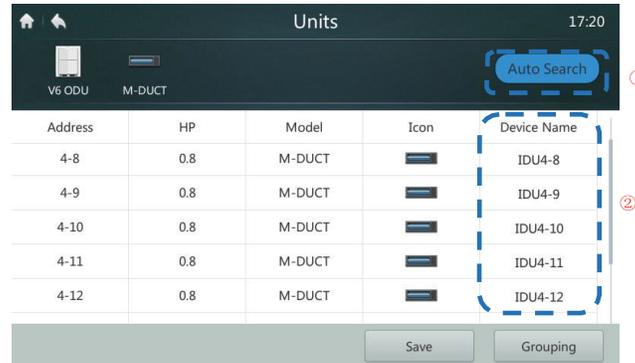

Figura 36. Página de instalación del dispositivo
1. Pulsar el botón “Units” (Fig. 35), para ingresar a la interfaz mostrada en la Figura 36.
2. Pulsar el botón “AUTO SEARCH” marcado “1” en la Figura 36. El dispositivo conectado se desplegará en la interfaz. La tabla muestra la unidad IDU, HP, el tipo de IDU, (el tipo correcto puede desplegarse correctamente sólo para unidades IDU de segunda generación; otros tipos son unidades IDU de primera generación), el icono del tipo de IDU (el tipo correcto puede desplegarse sólo para unidades IDU de segunda generación; el icono de la unidad cassette de 4 vías se despliega para otras unidades), y el nombre del dispositivo.
3. El nombre del dispositivo predeterminado es “IDU + ODU network address-IDU address” El usuario puede cambiar el nombre del dispositivo. Pulsar el área marcada “2” en la Figura 36 para desplegar el teclado de entrada en la parte inferior de la pantalla como se muestra en la siguiente Figura 37 a continuación. Editar el nombre del dispositivo de la dirección correspondiente y pulsar “CONFIRM”.